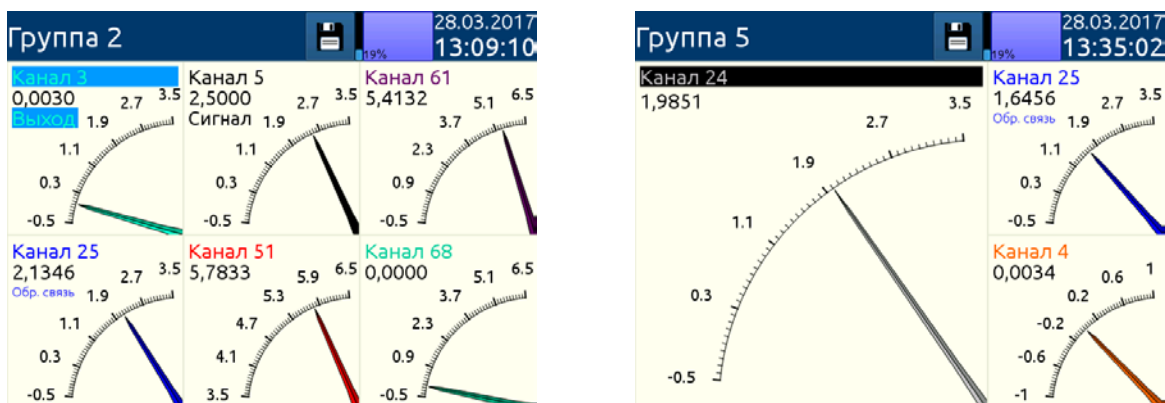

Рисунок 2.13
- в виде стрелочных индикаторов (см. рисунок 2.13).